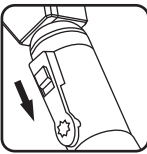

Figura. 1
- Encienda o apague el dispositivo oprimiendo hacia arriba o hacia abajo como muestra en la figura 1